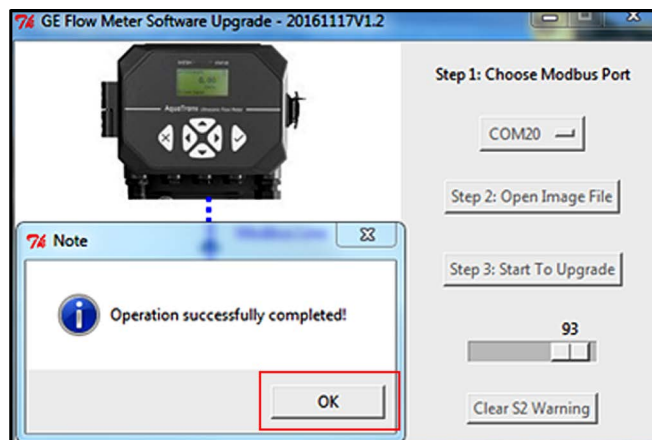

Abbildung 39: S2 Warnung wurde erfolgreich gelöscht
3. Nach etwa 15 Sekunden wird ein Bildschirm ähnlich dem *Abbildung 39* unten angezeigt. Klicken Sie auf „OK“ und starten Sie den AT600 neu, um zu bestätigen, dass der S2-Fehler behoben wurde.